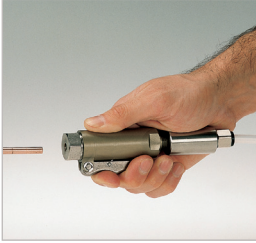

Abbildung 2
- ▶ Greifen Sie den Adapter an dem Adaptergehäuse (Pos. 1) und betätigen Sie den Handhebel (Pos. 2). Die Spannzangen öffnen sich (*Abbildung 2*).